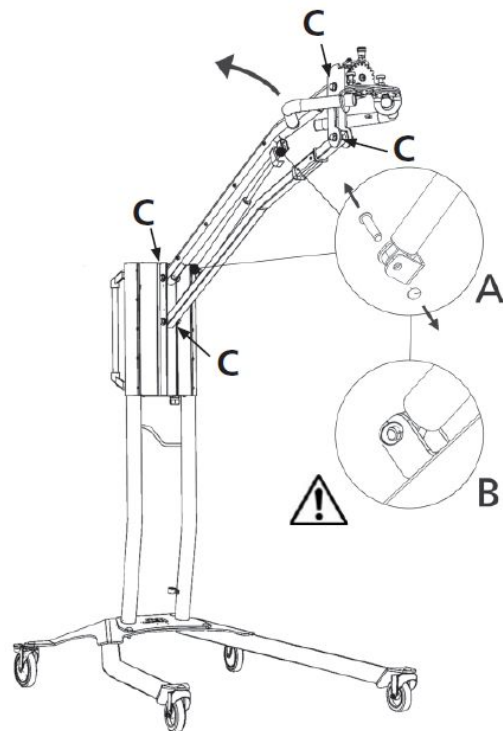

図9 パラレルアーム
もしも、モバイルアームが最高最低地点で停止することが出来ず、わずかに自然昇降する場合は、図9のCで示されている4つのボルトを締めてください。もし、それでもアームが停止しない場合は、ガススプリングを交換してください。
2. パラレルアームを垂直に立ててください。(図9)
4. ロックリングと2本のピンを外してください。ガススプリングを少し上前方向へ動かして外してください。(図9)